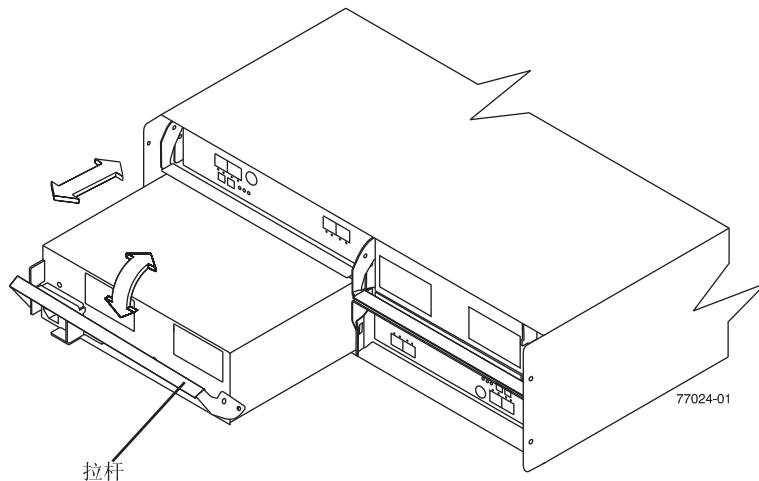

图 36. 更换电源和风扇单元
请使用以下过程更换交流电源和风扇单元。第 77 页的图 36 显示了如何卸下和插入该单元。
- 如第 77 页的图 36 中所示，慢慢地将拉杆从机箱拉出以卸下电源和风扇单元。